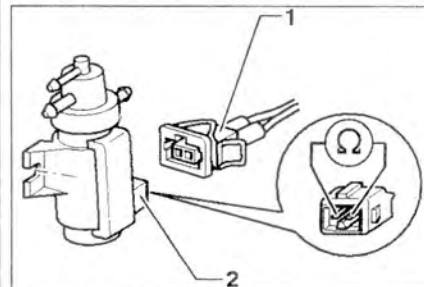

Рис. 3.45. Отсоедините разъем 1 от электромагнитного клапана 2.
23. Отсоедините разъем 1 от электромагнитного клапана 2 (рис. 3.45).